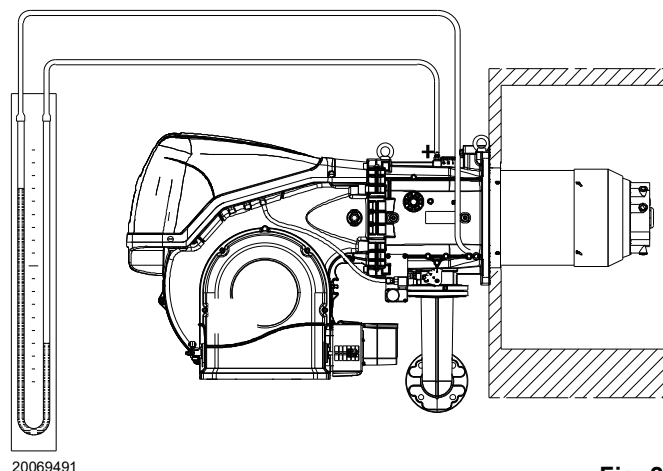

Fig. 23
- Montați un manometru de tip U sau diferențial (Fig. 23), cu priza (+) pe manșonul de presiune a gazului și (-) în camera de ardere.
Sosirea gazului la manșon este evidențiată de manometrul în formă de U (Fig. 23 la pag. 29).
Ca ghid Tab. M la pag. 26, citiți pur și simplu presiunea gazului pe manometru (ilustrat în Fig. 23 la pag. 29) și urmați instrucțiunile de la pag. 26.